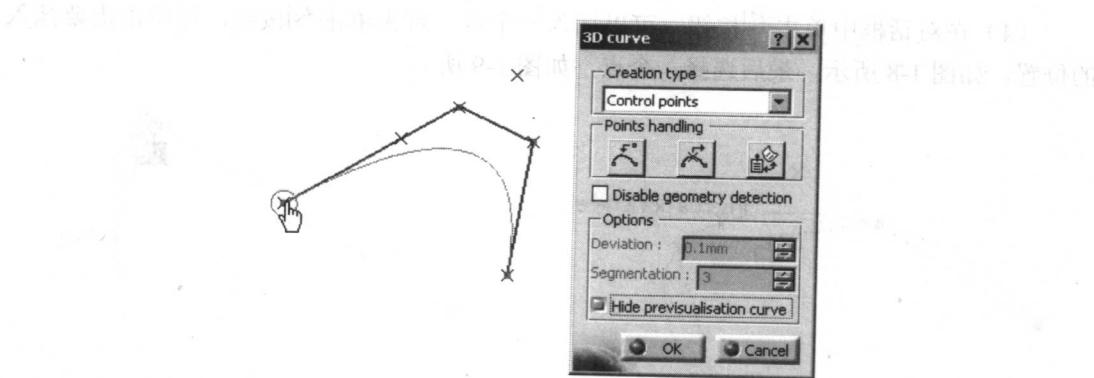

图 1-5
- Control points 是选择一系列点作为样条线的控制点, 如图 1-5 所示, 所选择的点构成了一个多边形, 决定了样条线的形状。